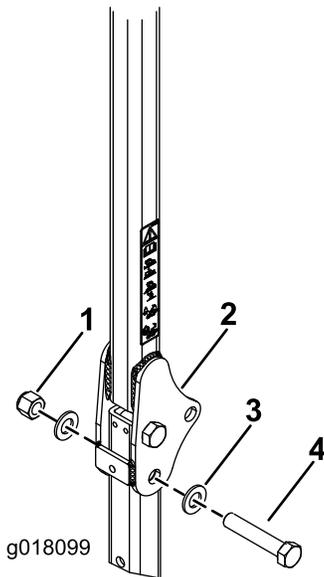

Bild 13
3. Legen Sie eine Scheibe (13/16" x 1 1/2") auf jede Schraube (3/4" x 4"), wie in Bild 13 abgebildet.
4. Setzen Sie die Schrauben und Scheiben in die Löcher ein, aus denen Sie die Stifte entfernt haben (Bild 13).
5. Legen Sie eine weitere Scheibe auf jede Schraube und befestigen sie mit Muttern (3/4"), wie in Bild 13 abgebildet. Ziehen Sie die Muttern bis auf 323-396 N·m an.
6. Ziehen Sie die Drehschraube am Überrollschutz (Bild 13) mit 91-113 N·m an, damit der Überrollbügel und das Sonnendach nicht springen.